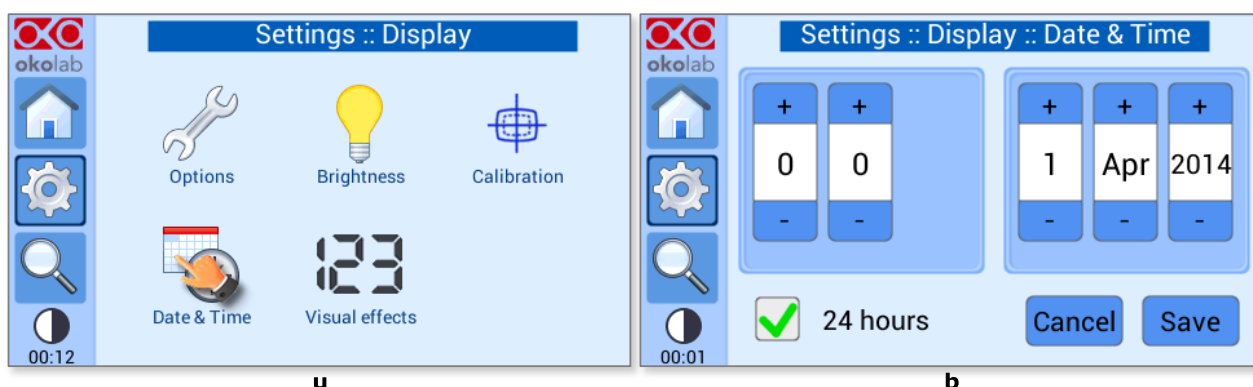

Figura 67. Seleziona Configurazione data&ora
- 1 Premere l'icona Data e ora , vedere la Figura 67 (a)
- 2 Impostare i valori, come illustrato nella Figura 67, lettera b)